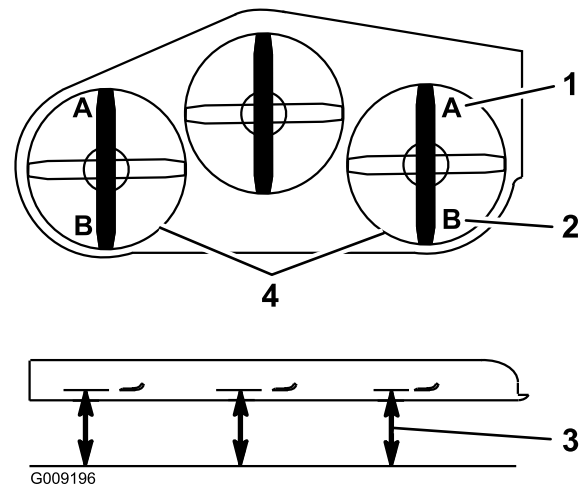

Figura 73
9. En ambos lados de la carcasa, mida desde la superficie nivelada hasta la punta delantera de la cuchilla (Posición A), según se muestra en Figura 73.
16. En ambos lados de la carcasa, mida desde la superficie nivelada hasta la punta trasera de la cuchilla (Posición B), según se muestra en Figura 73.